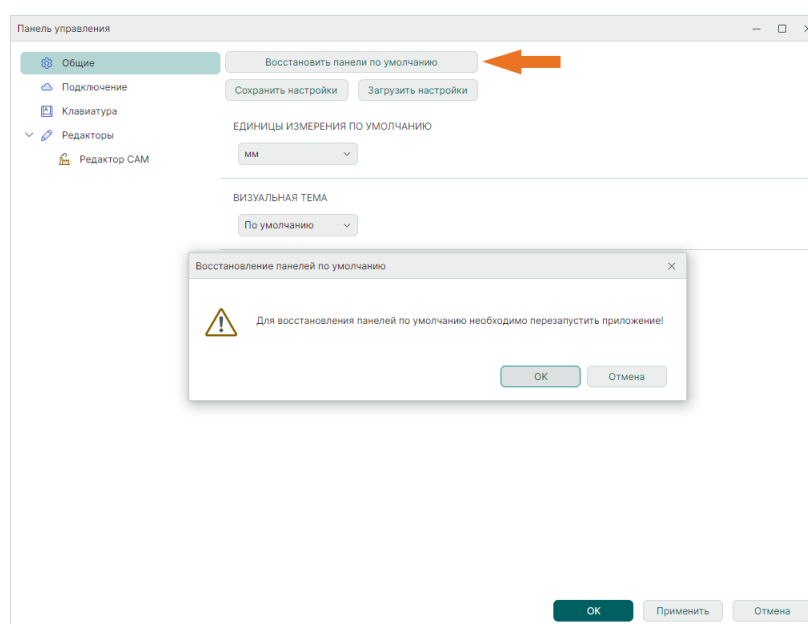

Рис. 66 Восстановление отображения функциональных
2. В окне «Восстановление панелей по умолчанию» нажмите «ОК» и перезапустите программу, см. Рис. 66.